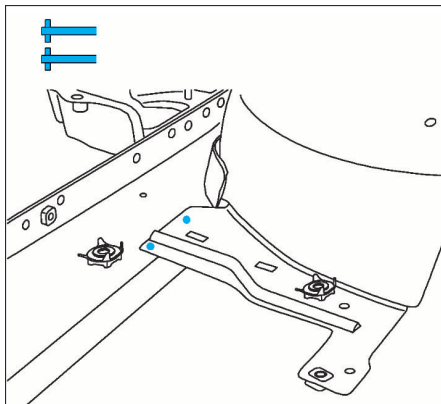

FIG. 28
- Après ajustage, procéder au soudage (Fig.28 à 32) au MIG ou avec une pointeuse électrique puis meuler.